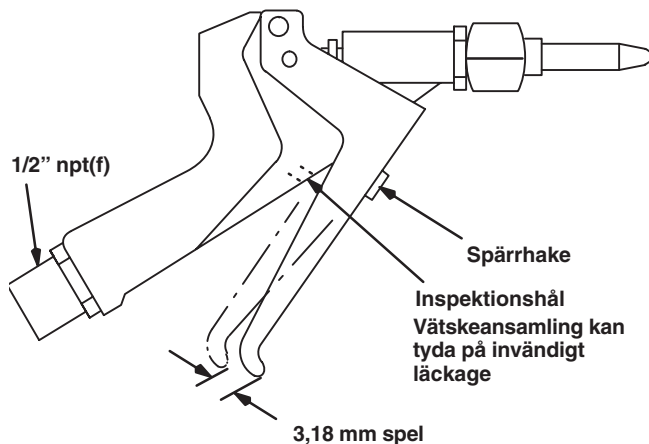

Fig. 1
Frigör säkerhetsspärren genom att trycka in spärrhaken när avtryckaren trycks in. Se Fig. 1.
OBSERVERA: Kontrollera regelbundet via inspektionshålet i pistolhandtaget att vätska inte har ansamlats, vilket kan tyda på invändigt läckage. Se Fig. 1. Gör service på ventilnål och tätning vid behov.
1. Tryck in avtryckaren. Ta bort ventilsätet (2). Låt fjädern (8) trycka nålen (3) framåt och lossa sedan muttern (4).
2. Ta bort avtryckarsprinten (24), vrid därefter justermuttern (21) utåt ett par varv.
3. Sätt ihop pistolen igen och kontrollera avtryckarens spel. Det bör vara drygt 3,18 mm. Se Fig. 1.